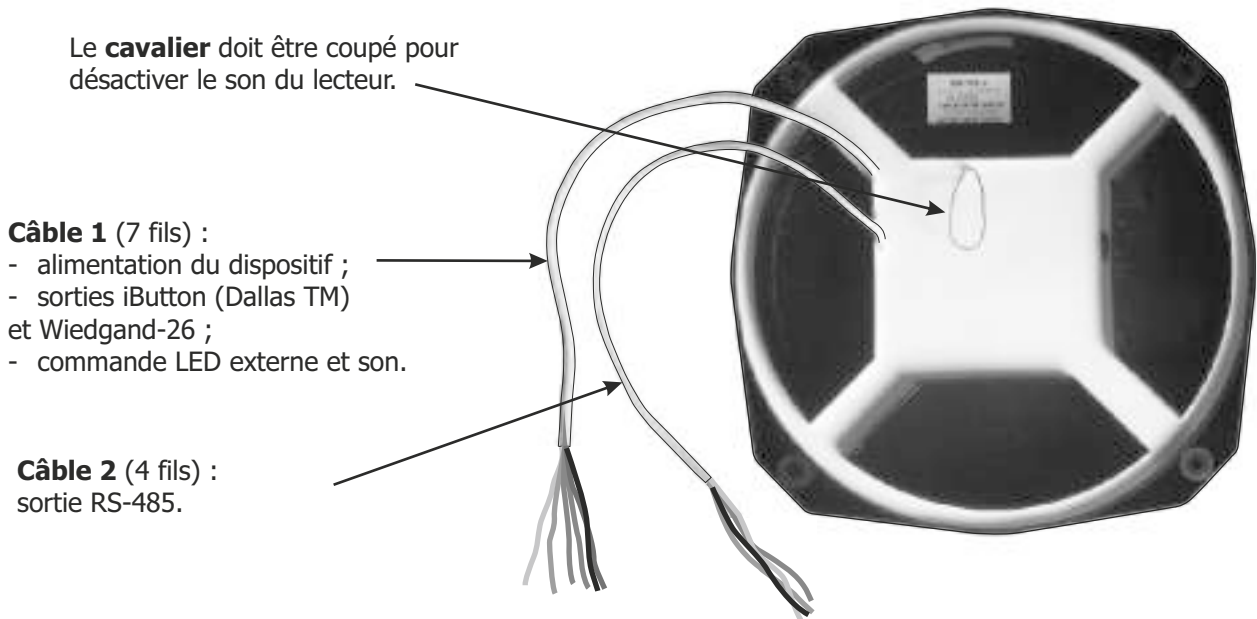

Figure 2. Vue arrière du lecteur.
- Raccorder les fils conformément aux Figures 2, 3, 4 et 5.